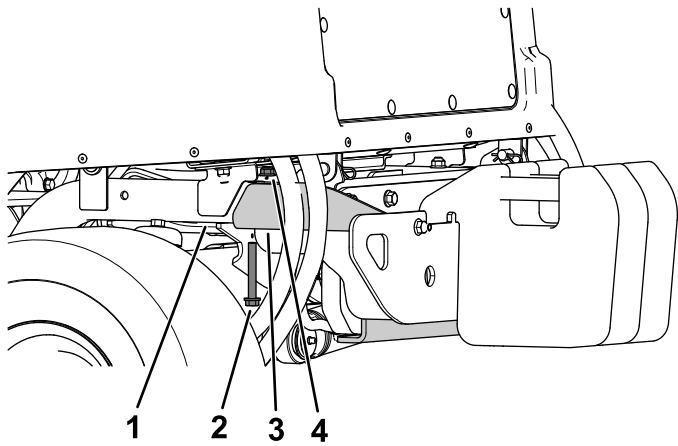

Figure 22
1. Retirez le boulon à embase (¾ x 2¾ po) et l'écrou à embase (¾ po) qui fixent chaque côté du pare-chocs aux tubes de cadre arrière (Figure 22).